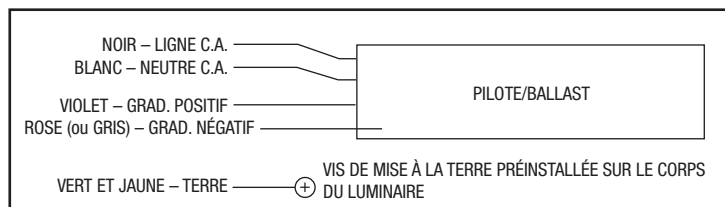

Fig. 3
5. Le câblage doit être conforme à tous les codes électriques applicables. (Figure 3)